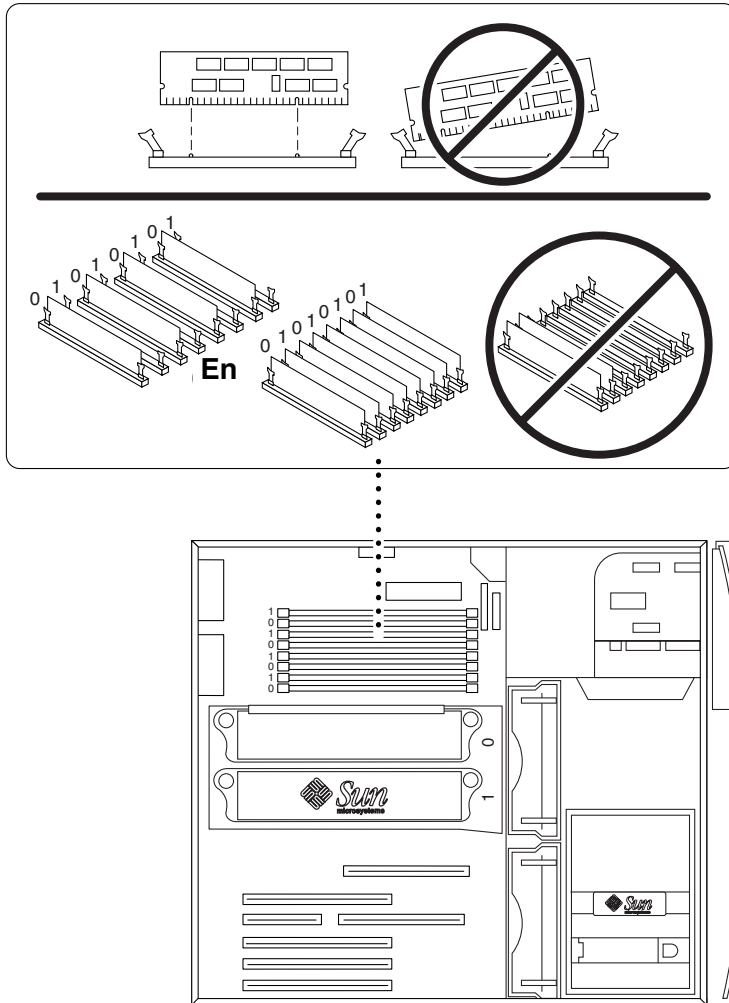

FIGURA 15 Instalación de módulos DIMM adicionales
3. **Instale cuatro módulos DIMM en los conectores para módulos DIMM vacíos de la placa base de la siguiente manera** (consulte la FIGURA 15):